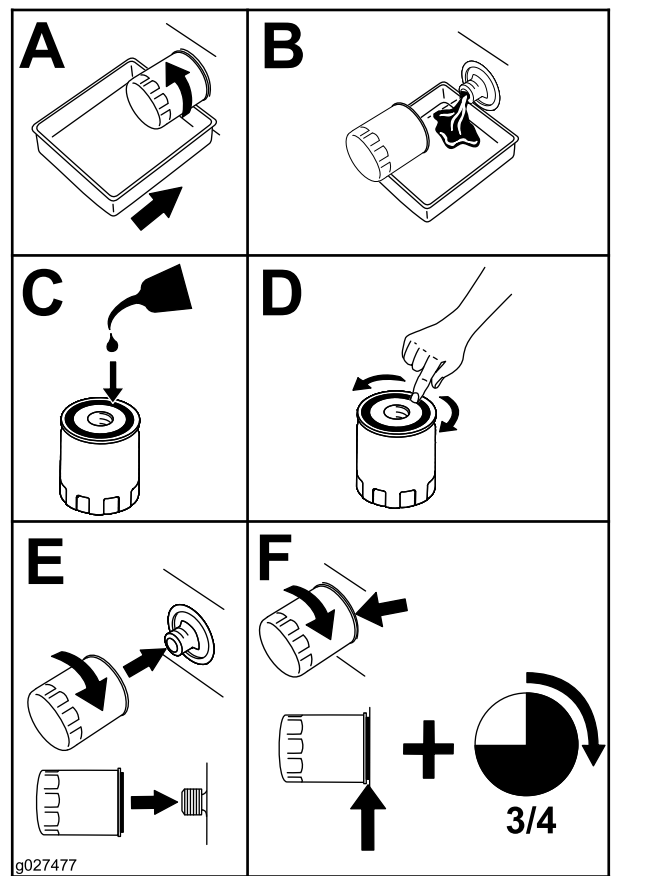

Figura 39
5. Sustituya el filtro de aceite del motor como se muestra en la Figura 39.